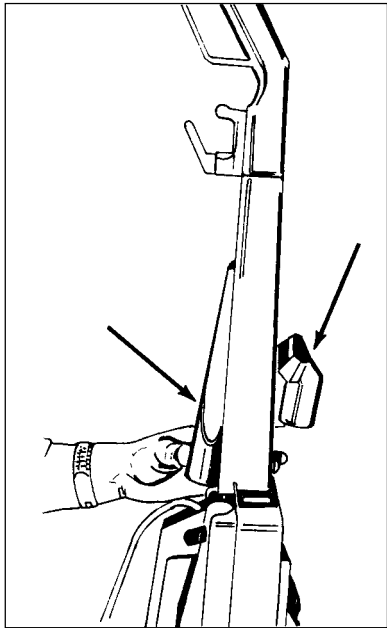
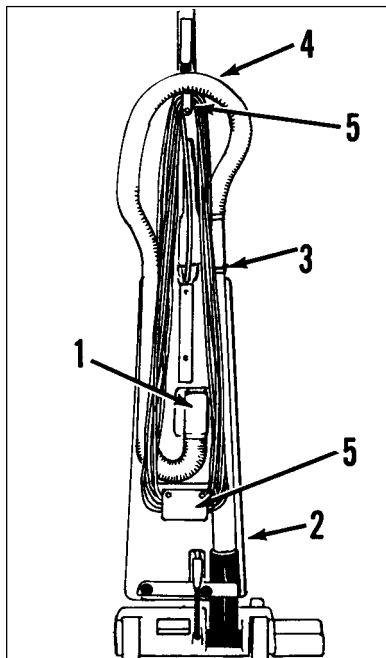

Figure 12
Figure 13
- b. Put the crevice tool and the upholstery tool in the tool holder. See figure 12.
7. Put the hose adapter into the opening in the back of the tank housing (1). See figure 13.
8. Put the end of the wand in the back of the tank housing (2). See figure 13.
9. Push the wand assembly forward until it locks in position (3). See figure 13.
10. Put the vacuum hose over the hook on the handle assembly (4). See figure 13.
11. Put the power cord around the cord storage hooks (5). See figure 13.
- b. Placer la buse et l'accessoire pour tissus dans le support. Voir figure 12.
7. Placer le raccord du flexible dans l'ouverture située à l'arrière du réservoir d'aspiration (1).
8. Placer le tuyau rigide dans le logement se trouvant sur le côté gauche à l'arrière du réservoir d'aspiration (2).
9. Pousser le tuyau rigide vers l'avant jusqu'à ce qu'il se coince en place (3).
10. Placer le flexible dans l'encoche de la poignée du timon (4)
11. Enrouler le câble d'alimentation sur les deux crochets à l'arrière de l'appareil (5) (Figure 13).